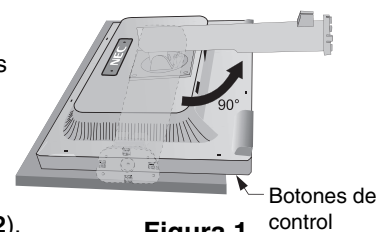

Figura 1
1. Sitúe el monitor boca abajo en una superficie no abrasiva (**figura 1**).
2. Pivote la base 90 grados, como se muestra en la **figura 1**.